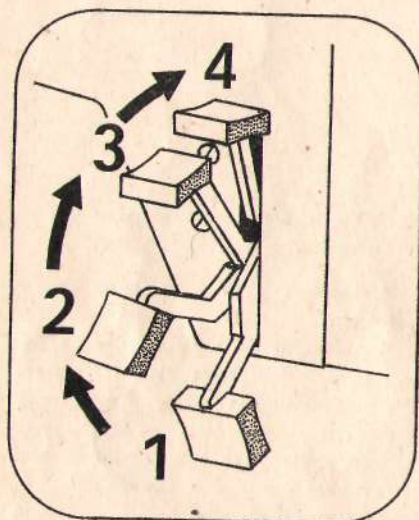

рис. 14
12. Положения рычага для подъёма лапки (рис. 14)
- Рычаг для подъёма лапки 12 в положении 3 (рис. 14)